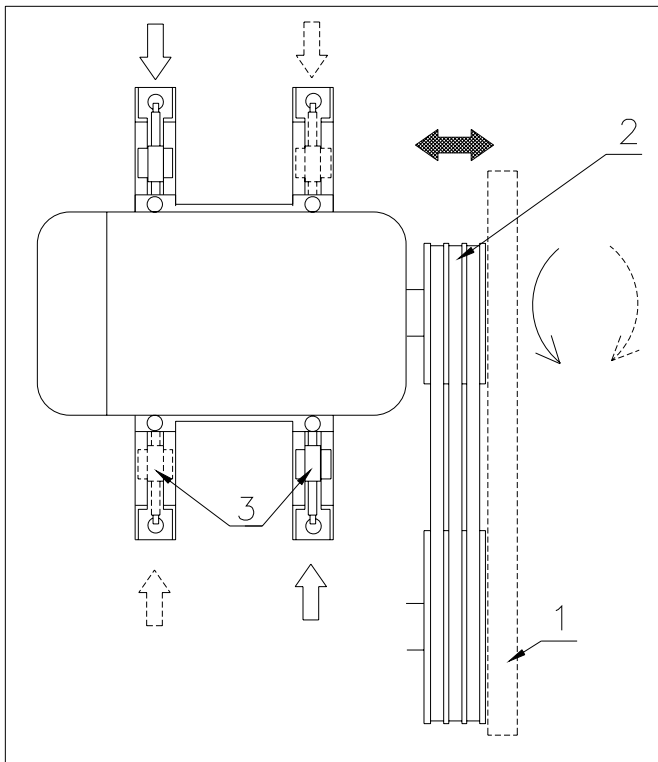

Fig. 7.9
Hierzu legen Sie einen Richtscheit (1) gegen die Scheiben (siehe Fig.7.9).